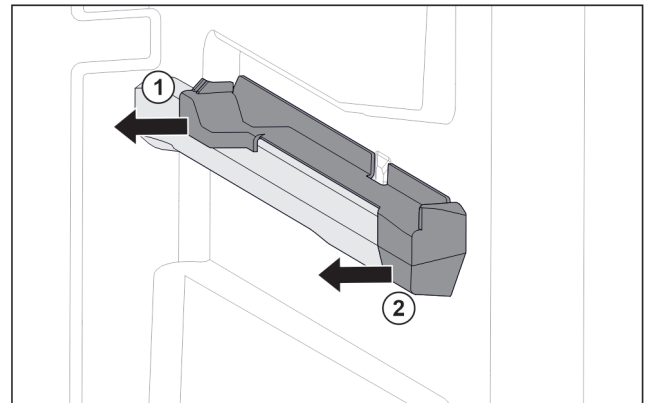

Fig. 58 Insteekelement op rechter containerrib
- ▶ Insteekelement onder achter grijpen. Fig. 58 (1)
- ▶ Insteekelement achter naar de zijkant toe eraf trekken. Fig. 58 (1)
- ▶ Insteekelement voor naar de zijkant toe eraf trekken. Fig. 58 (2)